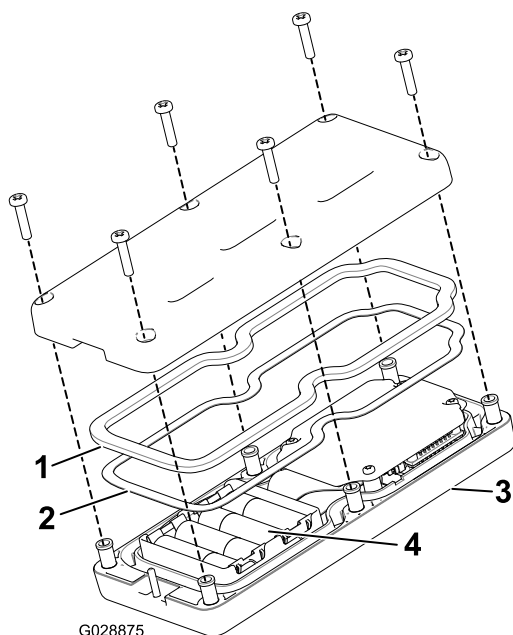

Figura 38
- Togliete le 6 viti dalla parte posteriore del telecomando e togliete il coperchio (Figura 38).
- Inserite ogni batteria nuova in un portabatteria rispettando la polarità. (Se le batterie sono inserite in modo scorretto, il dispositivo non riporta danni, ma non funziona.) Nel portabatteria sono marcati in rilievo i simboli della polarità di ogni terminazione (Figura 38).
- Se avete rimosso accidentalmente la tenuta di gomma e la guarnizione in acciaio, riposizionatele accuratamente nel canale del telecomando (Figura 38).
- Riposizionate il coperchio e fissatelo con le 6 viti precedentemente rimosse (Figura 38) e serratele a una coppia di 1,5–1,7 N·m.